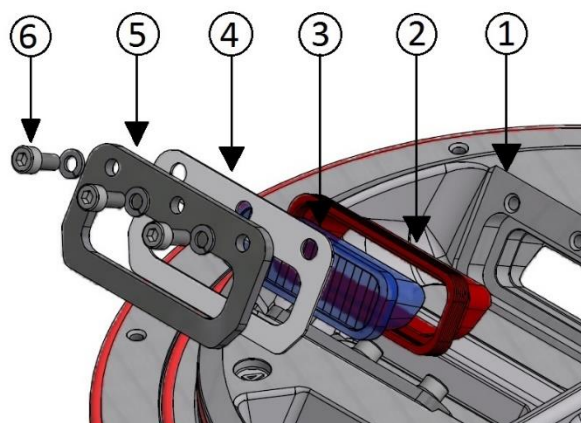

Figura 24 – Guarnizioni del prisma
- guarnizioni prisma montate tra calotta e prisma (Figura 24- n°2).